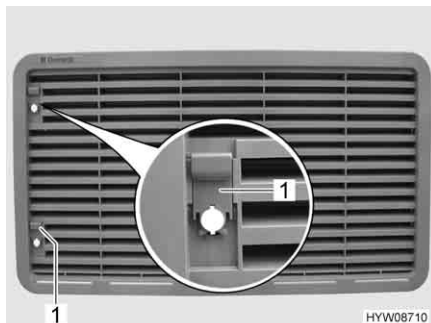

Fig. 112 Griglia di aerazione del frigorifero
- Spingere il cursore (Fig. 112,1) verso l'alto.